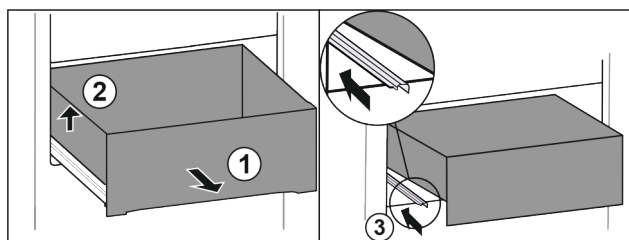

Fig. 90
- Schubfach bis zum Anschlag herausziehen. *Fig. 90 (1)*
- Schubfach links anheben. *Fig. 90 (2)*
- Linke Schiene einschieben. *Fig. 90 (3)*